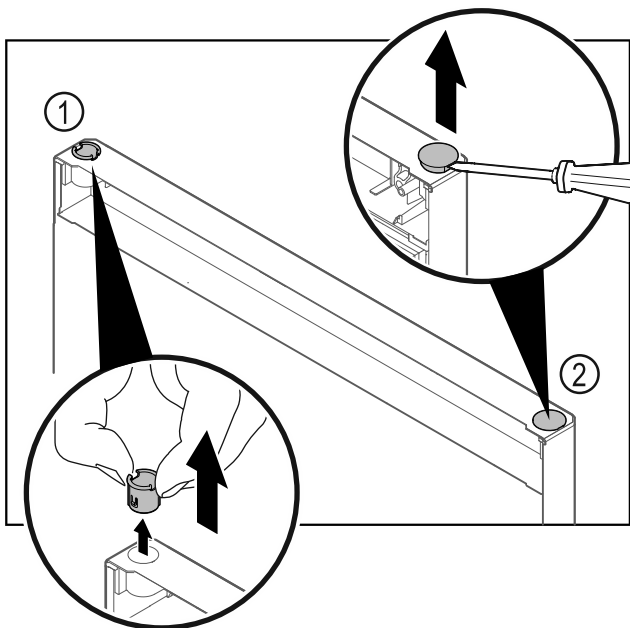

Fig. 40 Saldētavas nodalījuma durvis
- ▶ Izvelciet ar pirkstiem eņģes ieliktni Fig. 40 (1).
- ▶ Paceliet uzmanīgi ar plakano skrūvgriezi un izvelciet arī nosedzošo aizbāzni Fig. 40 (2).